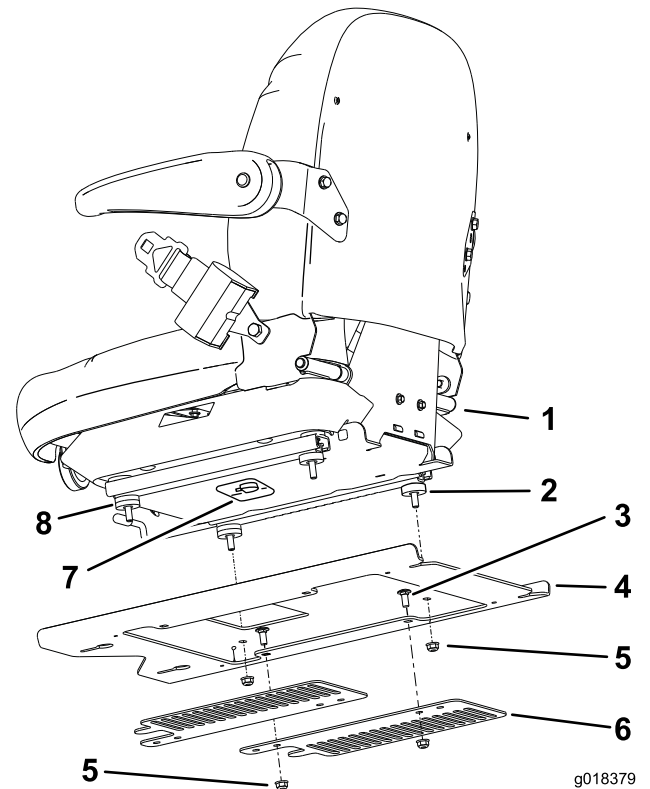

図 2
2. フランジナット (5/16 インチ.) 4本を使って、座席に座席プレートを取り付ける (図 2)。
7. 座席と座席プレートを後ろにスライドさせて、前ナットをキー穴にロックし、後ナットをスロットの入れる (図 2)。